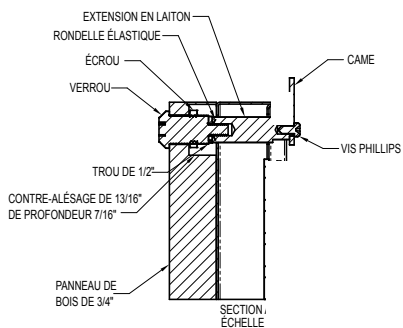

Figure 19
Deux (2) extensions de verrouillage sont fournies avec le verrou. Utilisez l'extension la plus longue pour un panneau de revêtement d'épaisseur $\frac{3}{4}$ po et la plus courte pour un panneau d'épaisseur $\frac{5}{8}$ po. Assemblez l'extension de verrouillage, une rondelle d'arrêt de came, une rondelle élastique et une vis de fixation sur le verrou comme montré aux Figures 19 et 20.